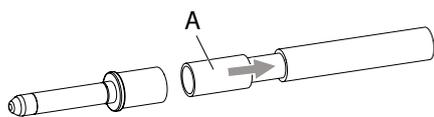

Abb. 32:
1. Die Reduzierhülse (A) in **Abb. 32** auf die abisolierte Kabellitze aufschieben und die Kabellitze zusammen mit der Reduzierhülse in den Anschlussbereich des Kontakts einschieben.